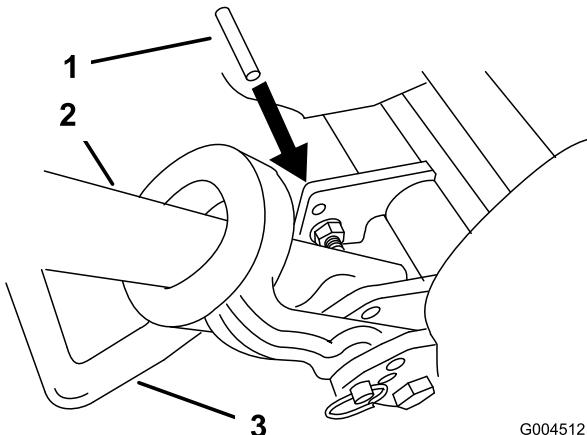

Figura 47
- Baixe o apoio. Introduza um pino com 6,4 mm de diâmetro, ou equivalente, no orifício da estrutura por cima da cavilha de montagem do apoio (Figura 47).